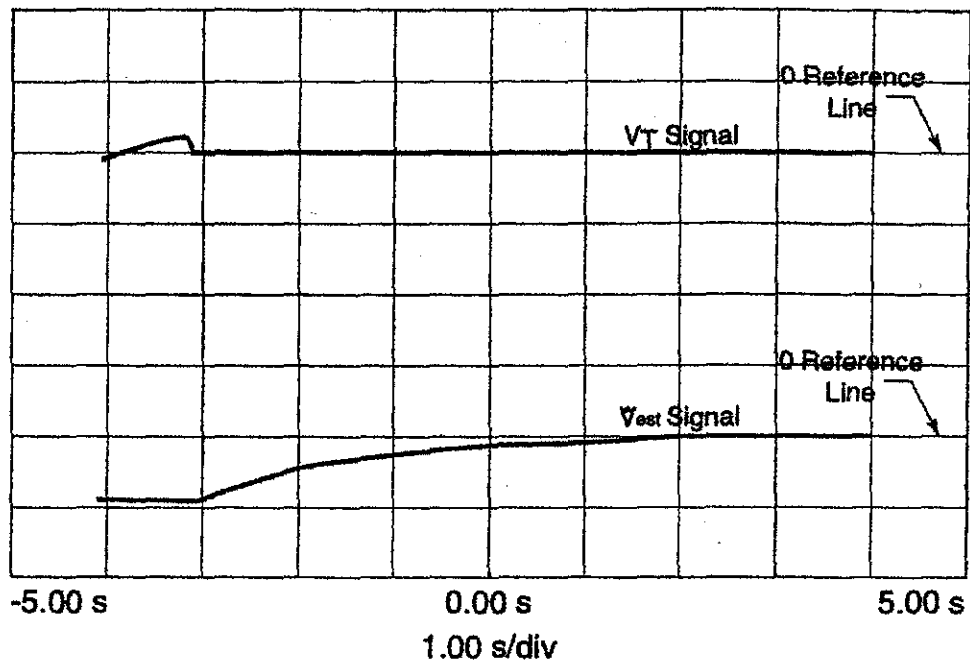

Abbildung 6
- Patientenluftauslaß verschließen. Die Signale am Oszilloskop sollten wie in Abbildung 6 aussehen.